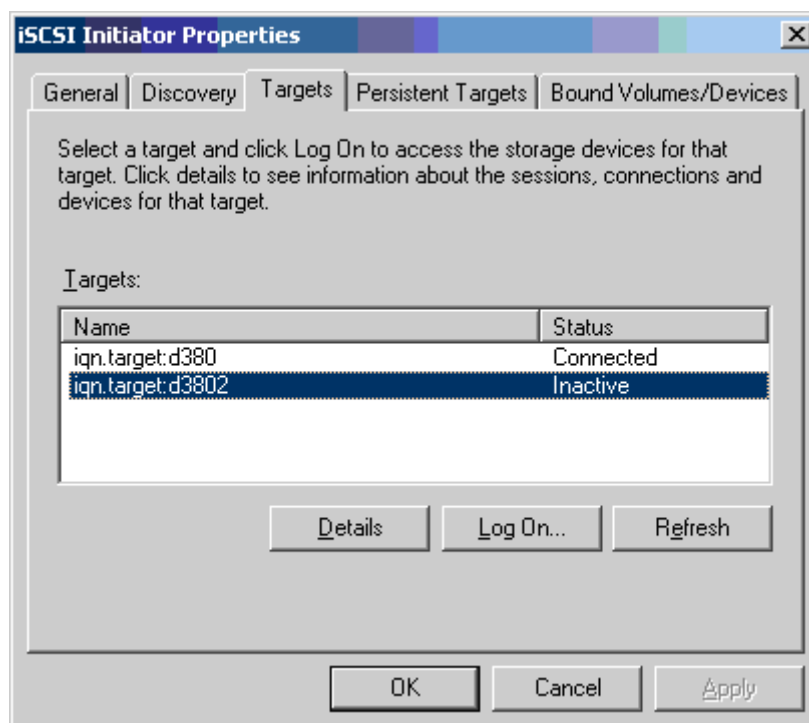

Ilustración 10-13. Propiedades del iniciador iSCSI: Página Targets (Destinos)
9. En la página Targets (Destinos), seleccione el destino y haga clic en **Log On** (Registrarse) para registrarse en su destino iSCSI utilizando el adaptador iSCSI de Marvell. La Ilustración 10-13 muestra un ejemplo.